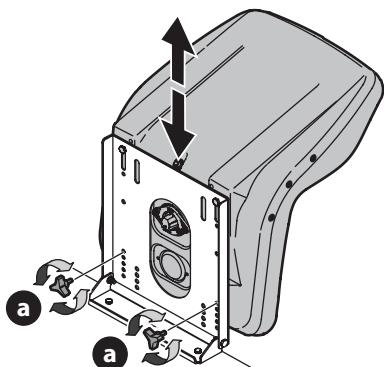

Figure 17
- Retirez les boutons (a) (Figure 17).
- Replacez les boutons dans l'un des quatre trous et serrez solidement (Figure 17).